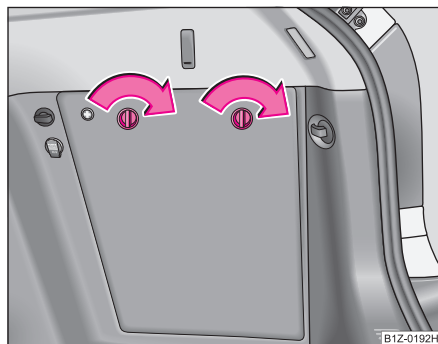

Fig. 226 Maletero:
- Desmonte la cubierta del compartimento lateral girando los cierres en el sentido de la flecha ⇒ fig. 226.